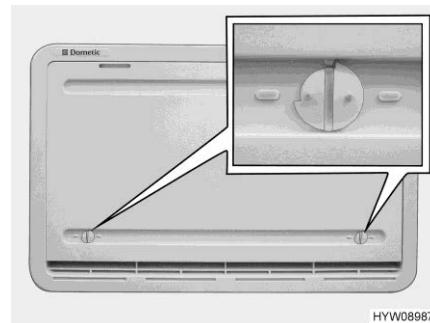

Fig. 184 Copertura invernale (griglia di aerazione del frigorifero)
Le coperture invernali (Fig. 184) proteggono il gruppo frigorifero dall'aria fredda. Posizionare le coperture invernali davanti a entrambe le griglie di aerazione del frigorifero quando la temperatura esterna scende al di sotto di +10 °C (sia per funzionamento elettrico che a gas).
- Aprire entrambi i bloccaggi (Fig. 184), la scanalatura risulterà orizzontale.
- Aprire entrambi i blocchi (Fig. 184), la scanalatura risulterà orizzontale.